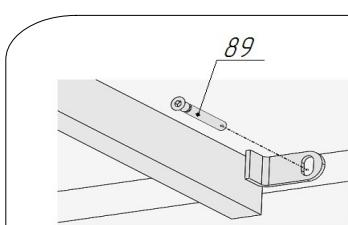
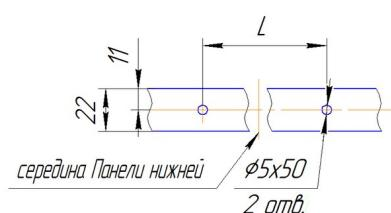

Рис.24.1
Рис.24.2
27. Просверлить в панели нижней поз.43 отверстия ф5x50 в соответствии с рис.24.2, L=648мм. Присоединить собранный каркас дивана к коробу с помощью винтов-конфирматов поз.89 (рис.24.1 и рис.24.3).